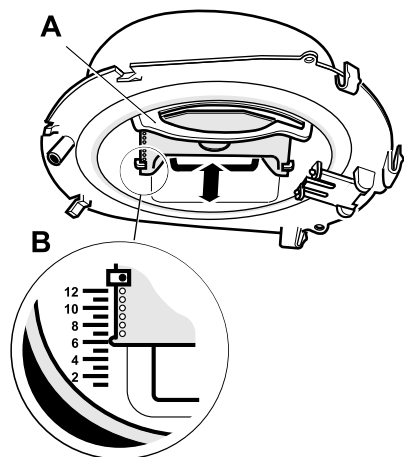
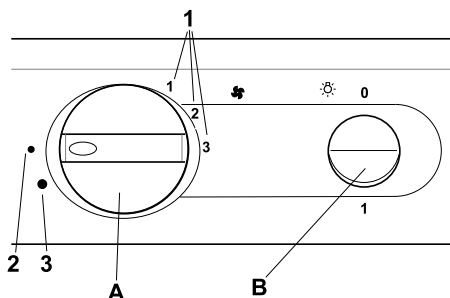

Fig. 7
Fig. 9
Det är möjligt att justera min. och normal fläkthastighet med hjälp av interna potentiometrar lokaliserade i lamputrymmet till höger. Lossa lampglaset, **fig 9**. Potentiometrarna justeras med skruvmejsel enligt **fig. 7**. H1 reglerar luftmängden vid grundventilation och hastighet 1. H2 reglerar luftmängden för hastighet 2.
Grundventilationen ställs in genom att skjutsplället A placeras i önskat läge enligt markering B, Fig. 7. (Se diagram, sidan 30.)
A. Vred för fläktmotor/ spjäll. Fig. 9